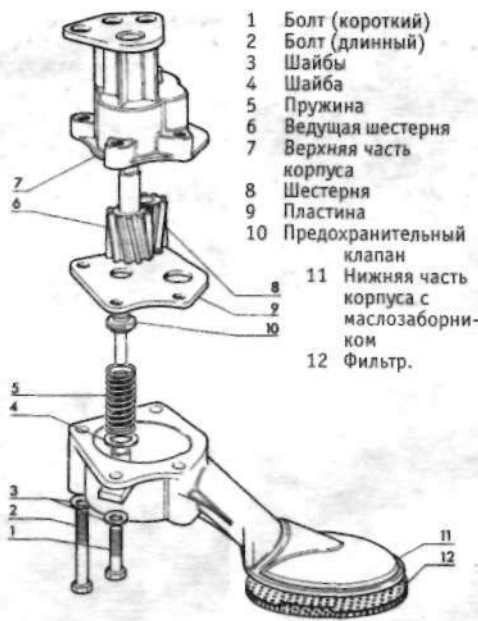

Рис.1.14. Детали масляного насоса (разделы 25 и 36):
5. Масло забирается из поддона через сетчатый фильтр, показанный на рис.1.14, и поступает по масляной трубке в масляный насос. Из масляного насоса оно проходит к предохранительному клапану давления масла и затем к масляному фильтру. Предохранительный клапан давления масла встроены в масляный насос и снаружи к нему подбираться нельзя.